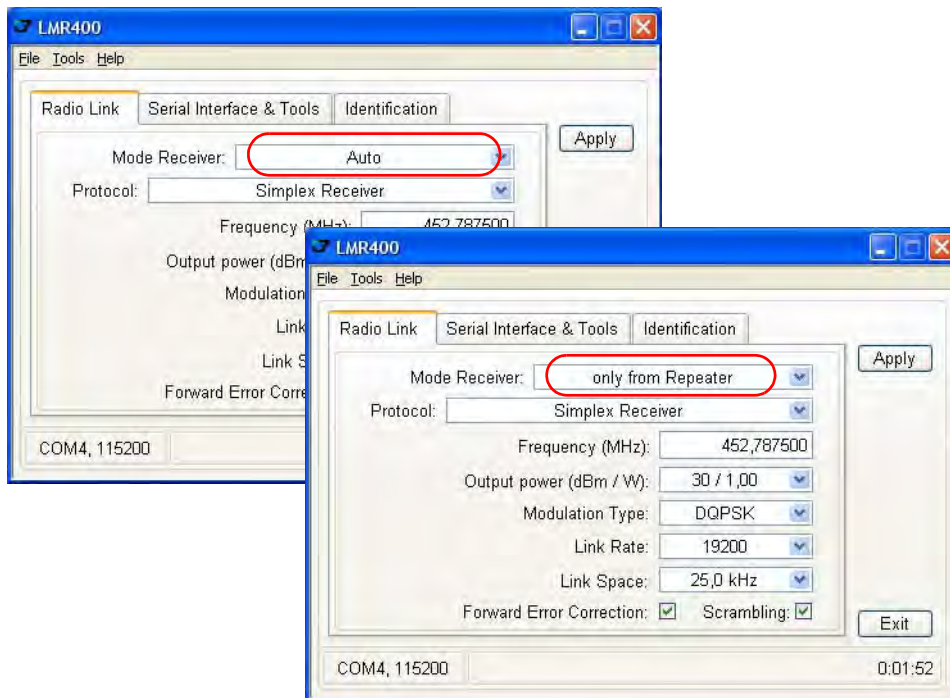

Рисунок 3-11. Параметры закладки Radio Link
5. В закладке *Radio Link* задайте следующие параметры и нажмите *Apply* (Рис. 3-11):